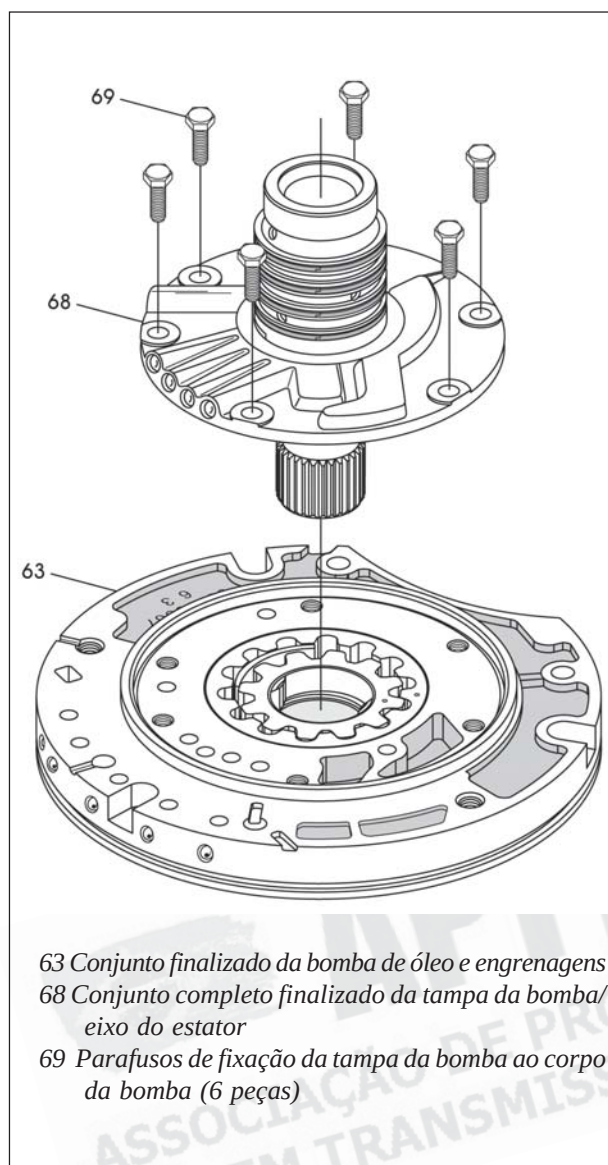

Figura 205
12. Instale o conjunto finalizado da bomba/eixo do estator no corpo da bomba com as engrenagens, conforme mostra a figura 205.
13. Instale os seis parafusos de fixação da tampa ao corpo da bomba, conforme mostra a figura 205.